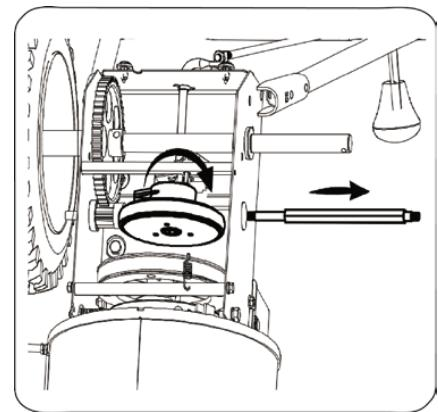

Figure 33
**REMARQUE :** Si vous remplacez l'ensemble de roue de friction dans son ensemble, jetez la pièce usée et faites glisser la nouvelle pièce sur l'arbre hexagonal. Suivez les étapes au-dessus de la roue de friction et en remplaçant uniquement l'anneau en caoutchouc, procédez comme suit. Voir la figure 33.
3. Nettoyer la zone autour du bouchon de vidange d'huile, voir Figure 33.